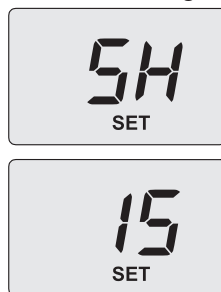

Figura 7.11
- Utilizzare il tasto 11 per cambiare questo valore in **15** e successivamente premere il tasto 13 per confermare. Sul display appare **SH** alternato al parametro potenza massima assoluta e la scritta "**SET**" (Figura 7.11).